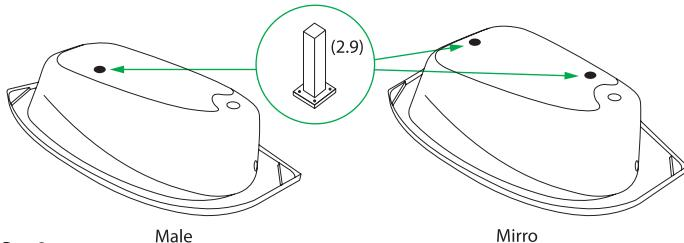

Рис. 3 Male Mirro
- Для угловых ванн закрепить металлические опоры (2.9) к днищу саморезами 3,5x16 (2.7) в местах, указанных на рис. 3;